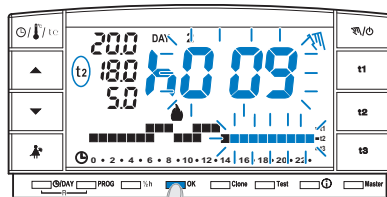

fig. 45
- Presionar la tecla **OK**, en la pantalla aparece parpadeante la hora que estará activo el funcionamiento manual temporal (ejemplo fig. 45).